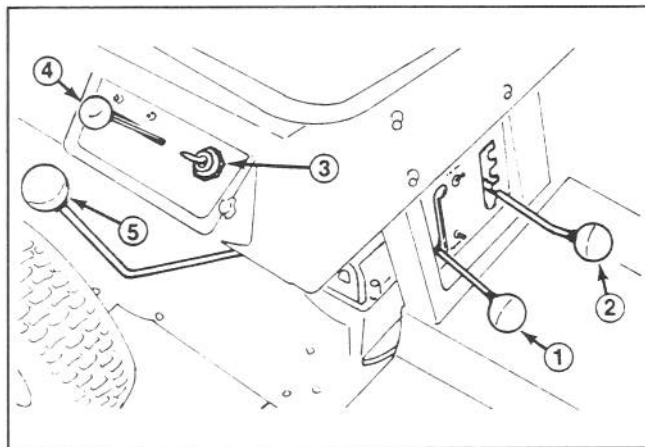

Figure 5
Changement de vitesse (Fig. 5)
Commande de la lame (Fig. 5)
Commande des gaz (Fig. 5)
Hauteur de coupe (Fig. 5)
Contacteur d'allumage (Fig. 5)
2. Mettre les vitesses au POINT MORT et la commande de la lame sur DISENGAGE (Fig. 5).
3. Mettre la commande des gaz sur CHOKE (Fig. 5) pour démarrer un moteur froid. Un moteur chaud n'a pas besoin du starter. Mettre la commande des gaz sur FAST pour démarrer.
4. Tourner la clé de contact (Fig. 5) sur START. Lorsque le moteur démarre, relâcher la clé et mettre la commande des gaz à mi-course entre FAST et SLOW, si le starter a été utilisé pour démarrer.
1. Mettre la commande de la lame sur DISENGAGE (Fig. 5).
2. Mettre la commande de hauteur de coupe (Fig. 5) à la position désirée.